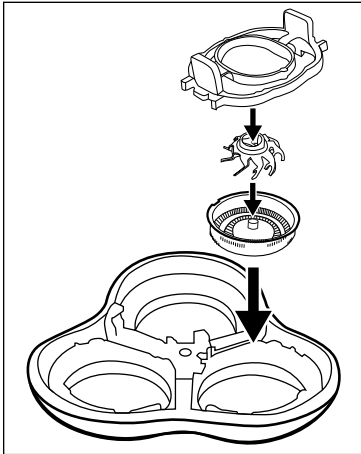

Abb. 4
- 4) Bauen Sie die Schereinheit **2** wieder zusammen. Nehmen Sie dafür die folgende Abbildung zur Hilfe (siehe Abb. 4).